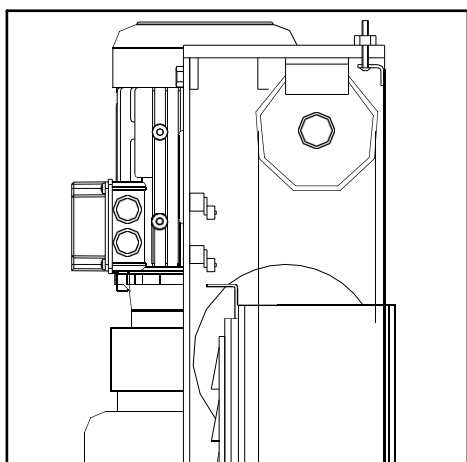

Fig. 13
- ◆ Se o elevador atingir a altura máxima, o interruptor de limite para cima pára a elevação. (Fig. 13)
- ◆ Se a parte móvel ultrapassar a sua distância de deslocação, na parte superior do posto de comando existem dois interruptores de fim de curso ligados em série e que são normalmente postos a funcionar pelo "atuador" (Fig. 13) no carro do lado do comando. Se o primeiro interruptor de fim de curso não funcionar, o segundo dispara após 3 segundos de funcionamento do carro.